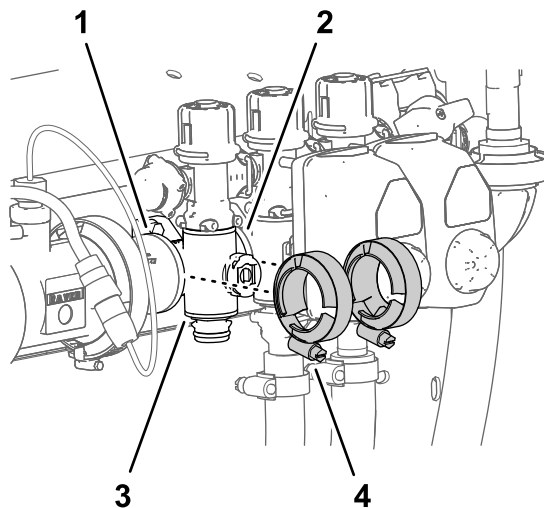

Bild 126
- Entfernen Sie die zwei Flanschklemmen, mit denen das Abschnittventilverteiler an den Flanschen der danebenliegenden Komponenten befestigt ist (**Bild 126**).